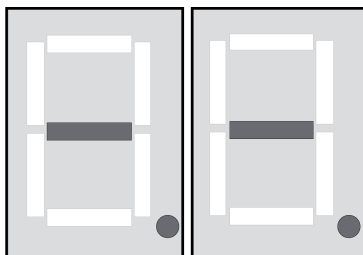

Bild 9: Anzeige „-“ – Löschen eines Funksenders
- Taste **Enter** (9) ca. 3 Sekunden betätigen.
Die Anzeige (13) zeigt „-“ (Bild 9). Der Funksender wird aus dem Speicher für diesen Funkkanal gelöscht.